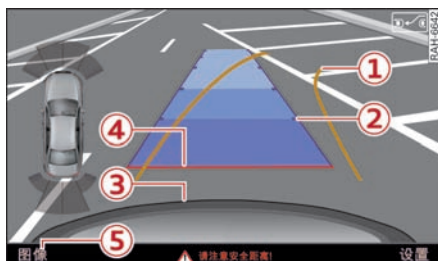

图 163 信息娱乐系统：测定车位位置
- ▶ 如要调出视觉的提示, 请按压 Graphic (图像) 控制按钮 ⑤ ⇨ 图 163。
- ▶ 橙色定向线 ① 指示汽车的行驶轨迹。转动方向盘，直到橙色定向线进入停车场空位
⇨ 图 163。借助标记 ②，您可以估计至障碍物的距离。每个标记相当于约 1 米。蓝色标记面显示汽车轮廓向后约 5 米的延伸。
- ▶ 倒车，在行驶过程中借助停车场空位的橙色定向线调整转向角度 ⇨ ⚠，在通用提示中，见 113 页、⇨ ⚠，在通用提示中，见 113 页。③ 标志着后保险杠。最迟在红色定向线 ④ 接触到一个障碍物时就不要再继续行驶！